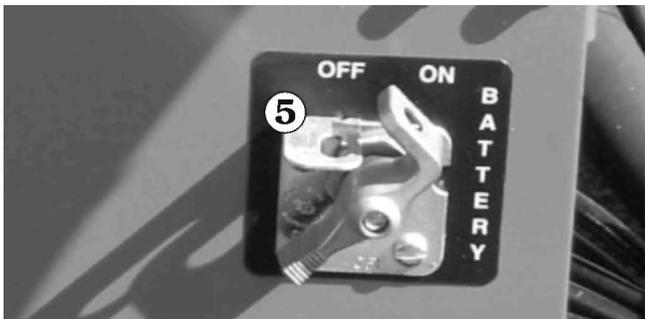

Abbildung 9.4
- Sicherstellen, dass der **Batterie-Schalter** ⑤ EINGeschaltet ist. (Siehe Abbildung 9.4)
- Wenn der **Batterieschalter** ⑤ (siehe Abbildung 9.4), der **Notaus-Schalter** ⑥, und der **Auswahlschalter** ⑦ (siehe Abbildung 9.5) alle korrekt eingestellt sind und der Motor sich dennoch über den Plattform-Schaltkasten nicht starten lässt, stellen Sie den **Auswahlschalter** ⑦ auf Boden (unten) ein und versuchen Sie, die Plattform vom Boden-Schaltkasten aus abzusenken.